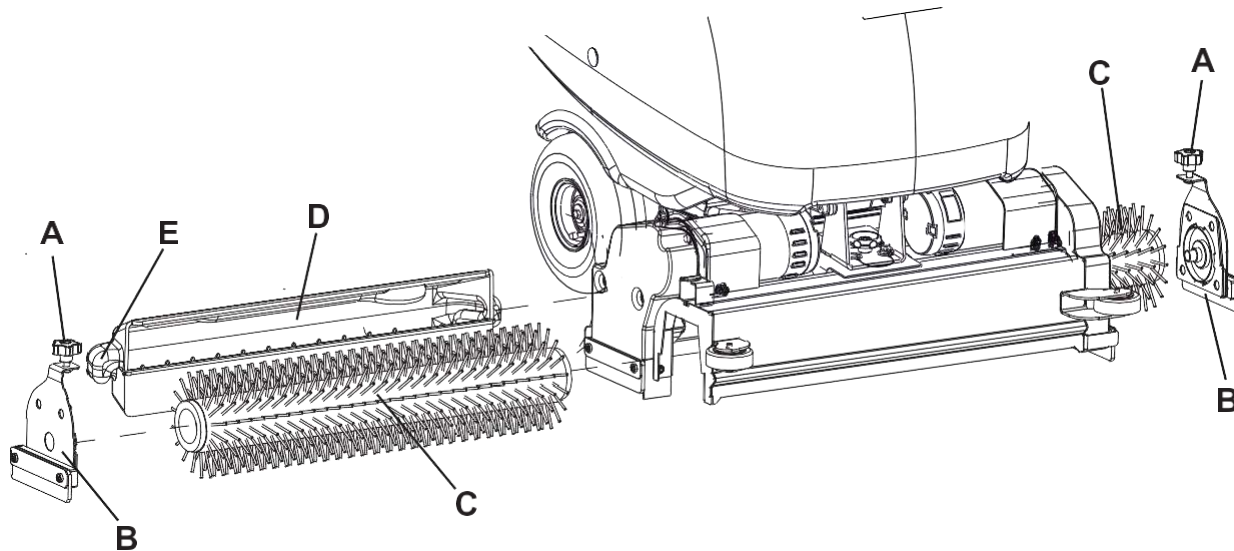

Рис. 4
2. Поднимите платформу с цилиндрическими щетками, нажав переключатель (61).
3. Нажмите и удерживайте переключатель (66) примерно одну секунду, чтобы выключить машину.
4. Снимите маховики (А, Рис. 4) и крышки (В), толкая их вниз и нажимая на маховики.